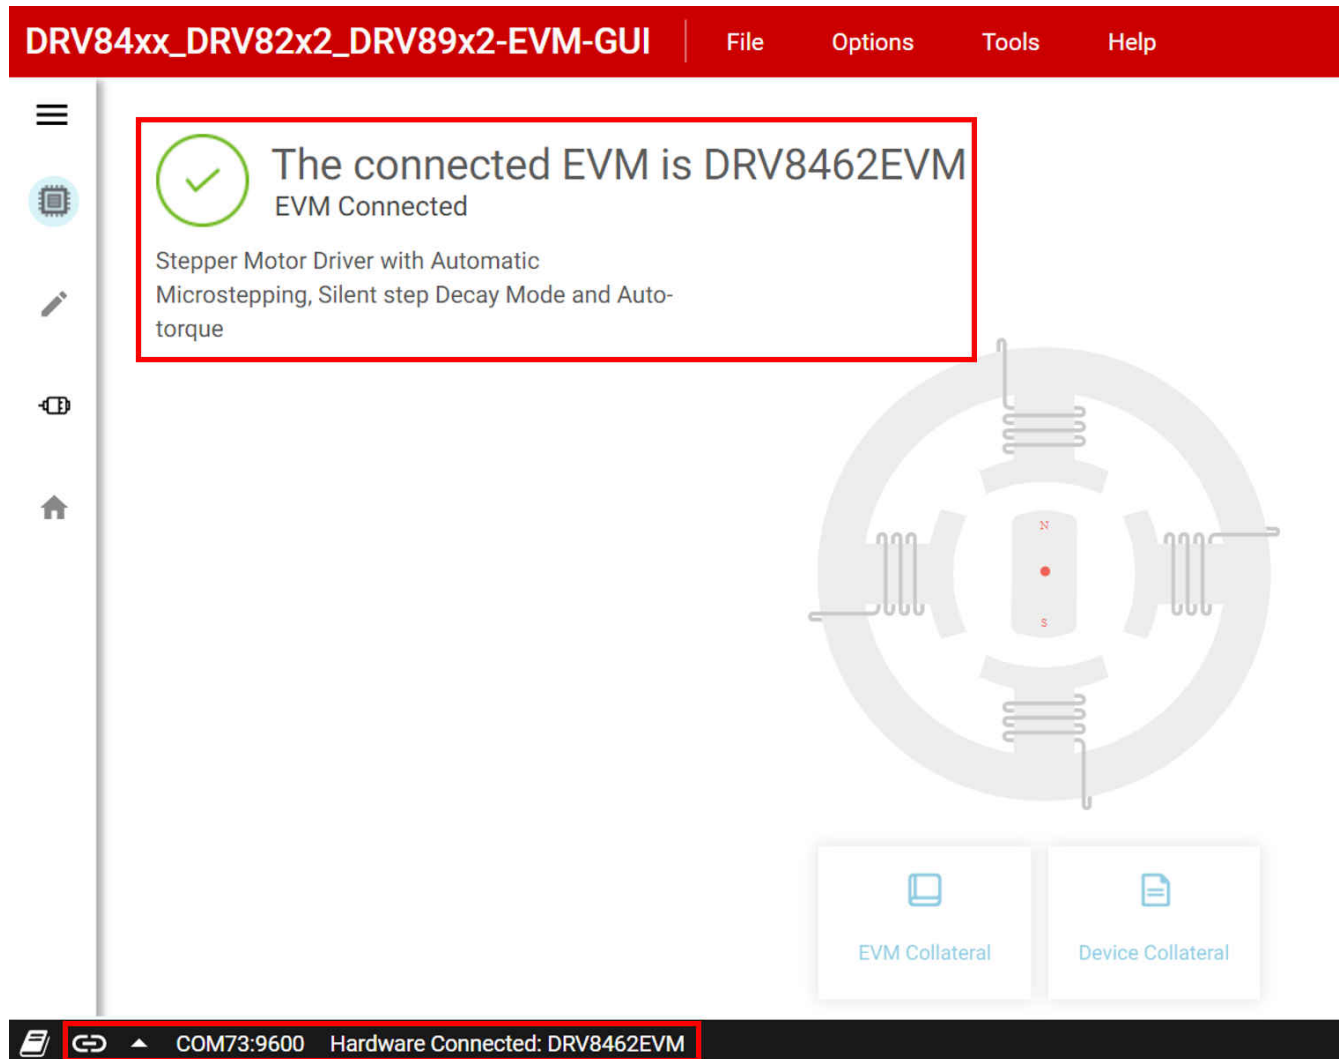

图 5-2. EVM 连接成功
3. 点击正确的 EVM 类型后，GUI 应用程序将启动与 EVM 的通信。系统将显示连接确认，如下方的图 5-2 所示：